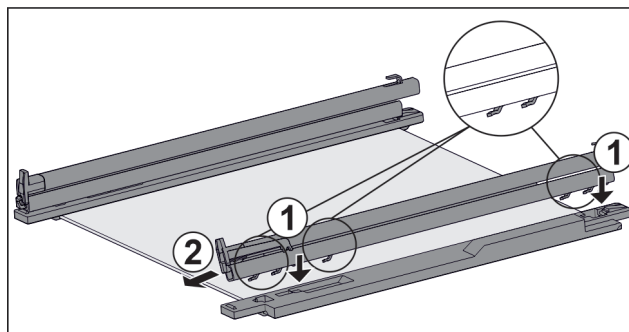

Fig. 137 Staklena ploča s vodilicama i pridržnim dijelovima
- ▶ Stavite kuke vodilice na otvore **lijevog** pridržnog dijela. Fig. 137 (1)
- ▶ Skinite vodilicu prema naprijed. Fig. 137 (2)
- ▶ Stavite kuke vodilice na otvore **desnog** pridržnog dijela. Fig. 137 (1)